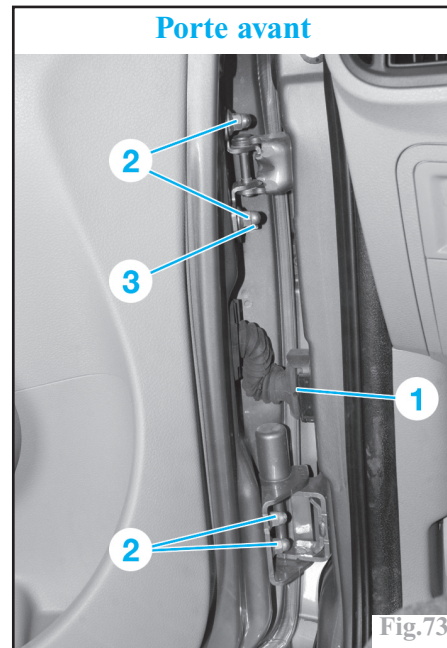

Fig.73
-les caches sur la batterie et la débrancher. Décliper et débrancher le connecteur (1) (Fig.73 ou 74).
Pour conserver, le réglage initial de la porte, ne pas dérégler la vis de centrage (3) (Fig.73 ou 74).
-si nécessaire, régler les jeux d'ouverture avant le serrage définitif de l'ensemble des fixations, après avoir desserré la vis de centrage (3) (Fig.73 ou 74), et refaire l'étanchéité entre le montant et les charnières avec du mastic de bourrage approprié (par exemple Renault réf. 77 11 170 230).